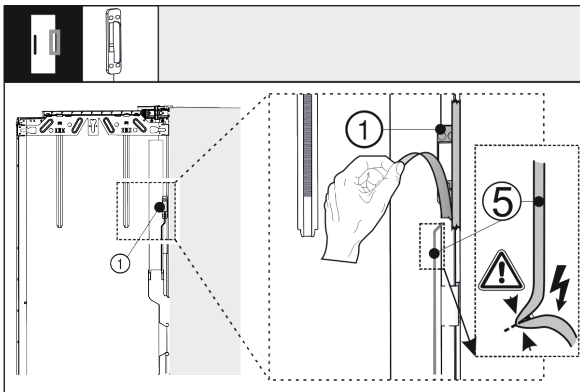

Fig. 39
- Retirer le capteur de frappe Fig. 39 (1) de la porte extérieure. Ne pas endommager le câble de raccordement Fig. 39 (5).